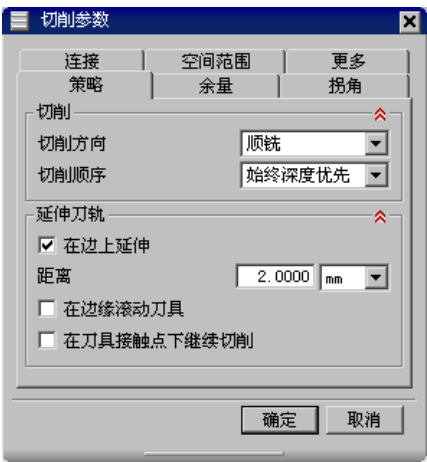

图 21.48 “策略”选项卡
Step2. 在“切削参数”对话框中单击 **策略** 选项卡, 设置图 21.48 所示的参数。